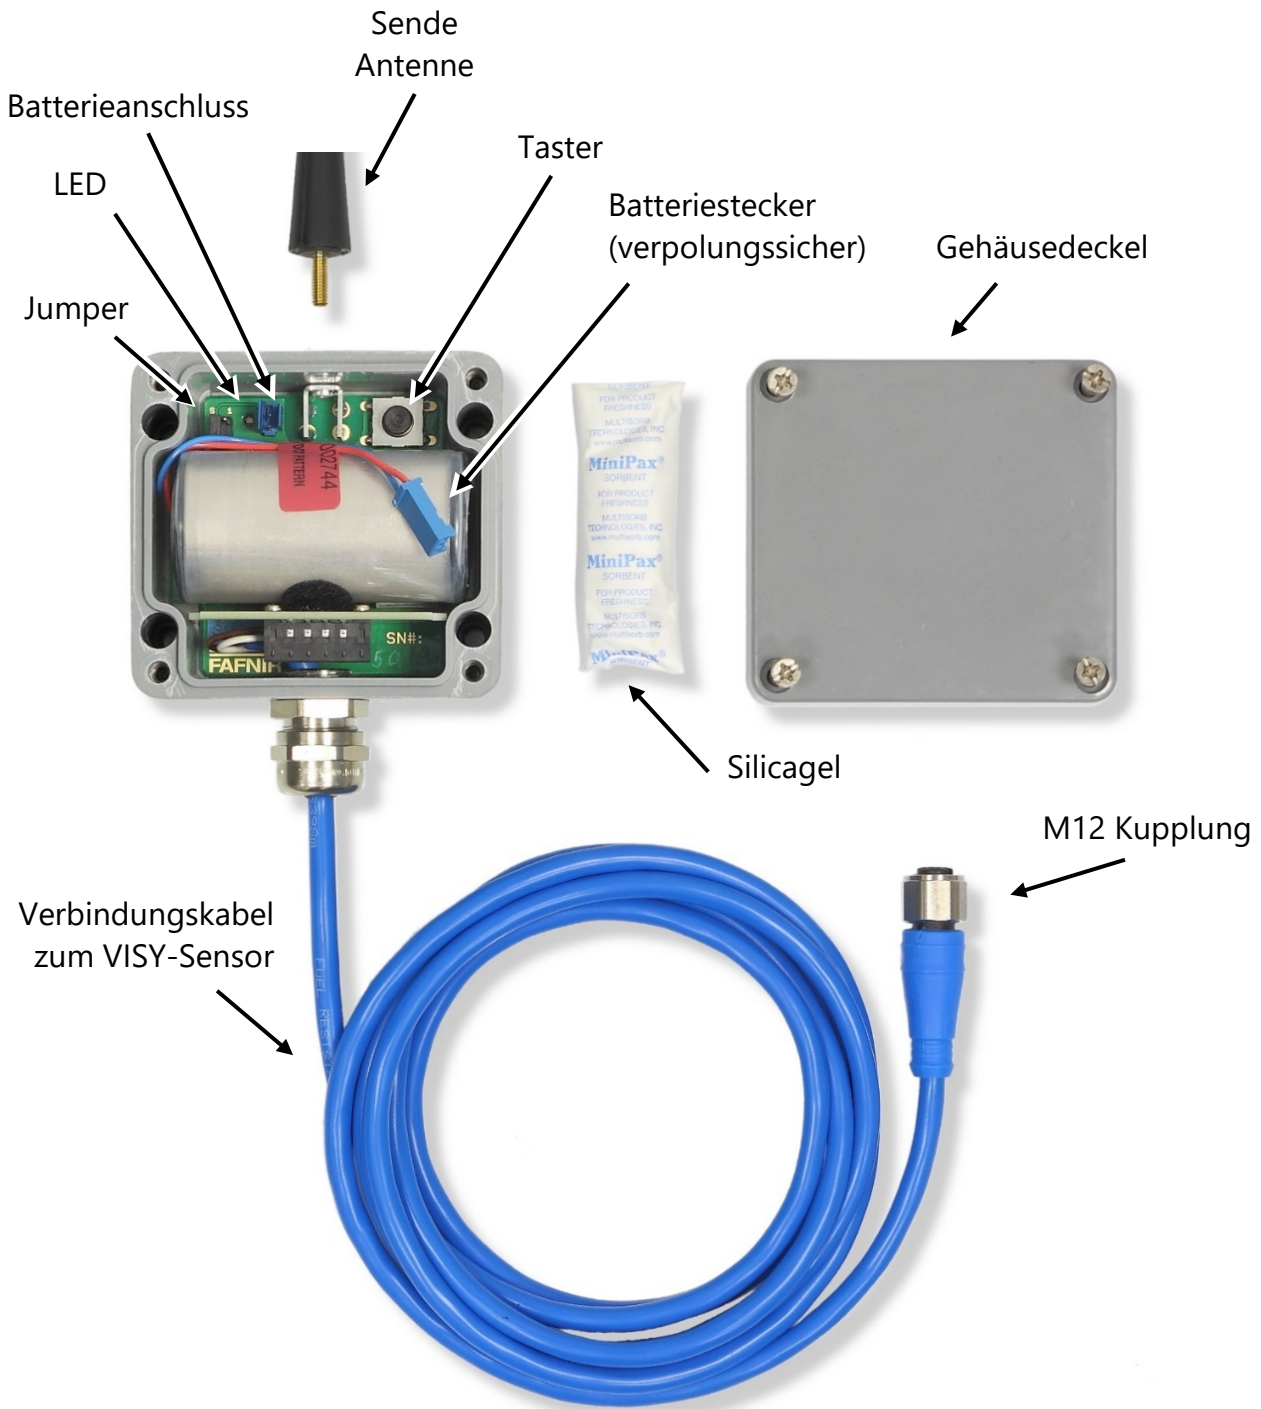

Abbildung 9: VISY-RFT-L Sendemodul mit abgenommenem Deckel
- Öffnen Sie den Deckel des VISY-RFT-L Sendemoduls und wählen Sie mit den Jumpers die erforderlichen Einstellungen aus (siehe Kapitel 5.1.1). Verbinden Sie den Batteriestecker mit den entsprechenden Kontakten (siehe Abbildung 9). Überprüfen Sie, ob die LED nach dem Verbinden des Steckers für drei Sekunden leuchtet. Legen Sie das Silicagel wieder ins Gehäuse und schließen Sie den Deckel.